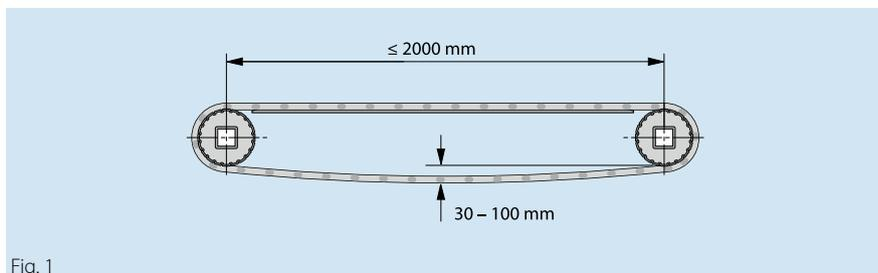

Fig. 1
- Trasportatore corto (Fig. 1)